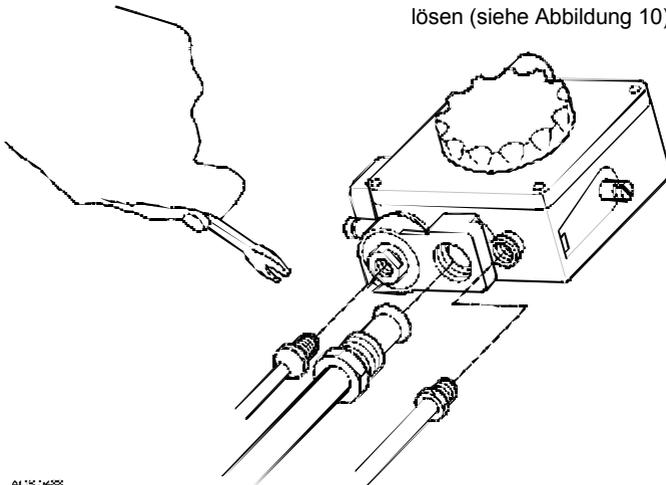

Abbildung 10 - Montage des Brennersatzes
2. Brenner, Wachflammenleitung und Thermokreuz vom Gassteuerblock lösen (siehe Abbildung 10);